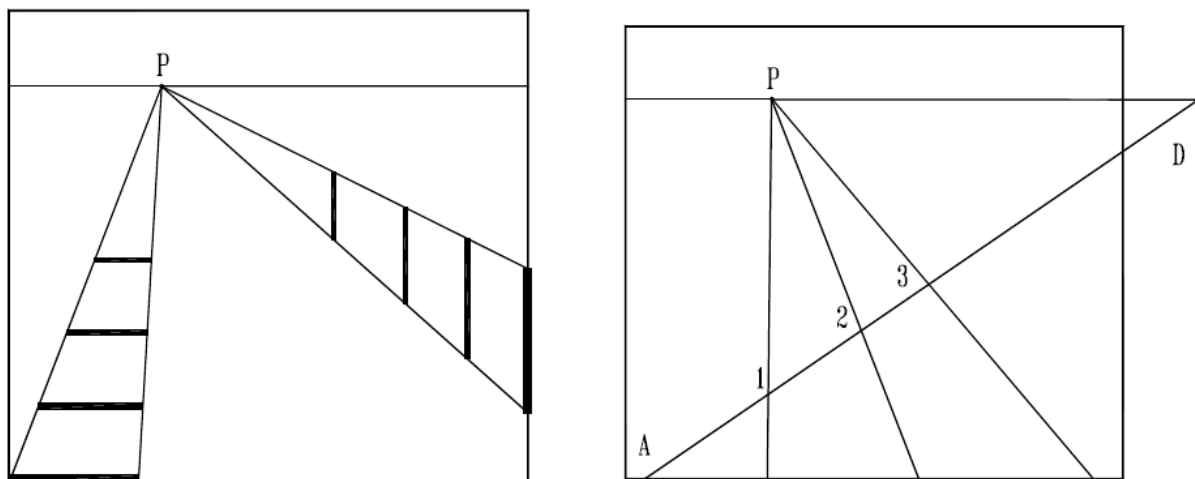

Рисунок 8 – Масштабы ширины и высоты (а); масштабы глубины (б).
2.3. Чтобы перспективное изображение соответствовало действительности, необходимо научиться строить масштабы ширины, высоты и глубины (рисунок 8).